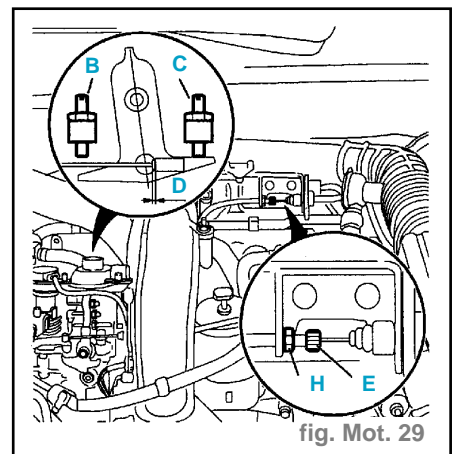

fig. Mot. 29
- Régler la molette (E) afin d'obtenir un jeu repère (D) de **1 mm** (fig. Mot. 29).